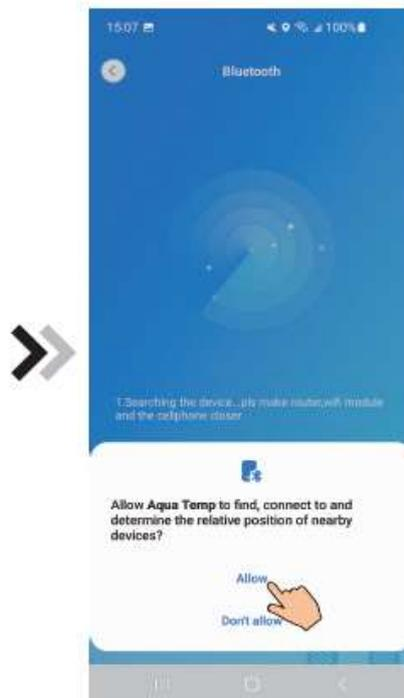

Fig.25 Activer l'autorisation de localisation
5. Cliquez sur « Allow » ( Permettre ) pour activer l'autorisation de bluetooth (Fig.25) ;